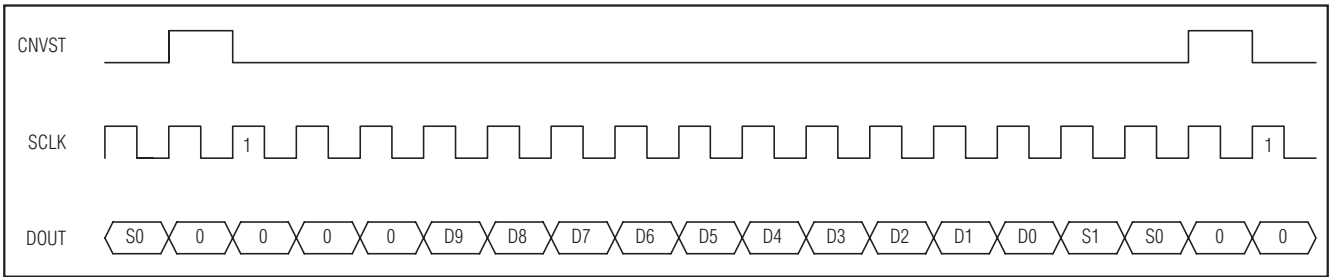
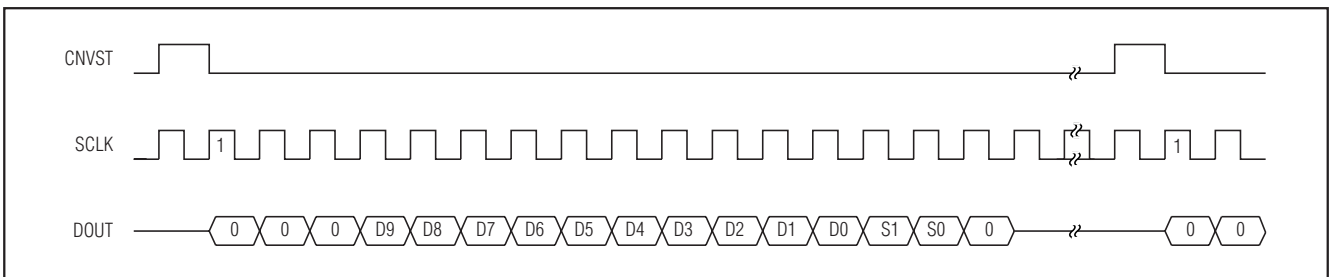

图 17. DSP 接口——连续转换
图 18. DSP 接口——单次转换，连续/突发时钟
利用数据发送 (DX) 引脚驱动 CNVST 信号，内部产生的 CLKX 信号驱动 SCLK，MAX1076/MAX1078 也可以这样连接至 TMS320C54_。CNVST 信号需要一个上拉电阻，以便在 DX 变为高阻态时使其保持高电平，并且必须不断地向 DXR 寄存器写入 0001h，进行连续转换。将 00FFh 写入 DXR 寄存器，可能进入关断模式 (参考图 17 和图 18)。
结果的 LSB 期间拉高一个时钟周期。ADSP21_ _ _ 的 STCTL 与 SRCTL 寄存器应该配置为超前成帧 (LAFR = 0) 和高电平有效帧 (LTFS = 0, LRFS = 0) 信号。在这种模式下，设置数据无关的帧同步位 (DITFS = 1)，而无需多次写入传输数据寄存器。对于单次转换，CNVST 信号为闲置高电平，并在整个转换期间拉低。因此，ADSP21_ _ _ 的 STCTL 和 SRCTL 寄存器应该配置为滞后成帧 (LAFR = 1) 和低电平有效帧 (LTFS = 1, LRFS = 1) 信号。在此条件下，将字长设置为 8 位 (SLEN = 1001)，这也是最好的进入关断模式的方法。当 MAX1076/MAX1078 工作电源电压高于 DSP 的电源电压时，连接 V_L 引脚至 ADSP21_ _ _ 电源电压 (参考图 17 和图 18)。